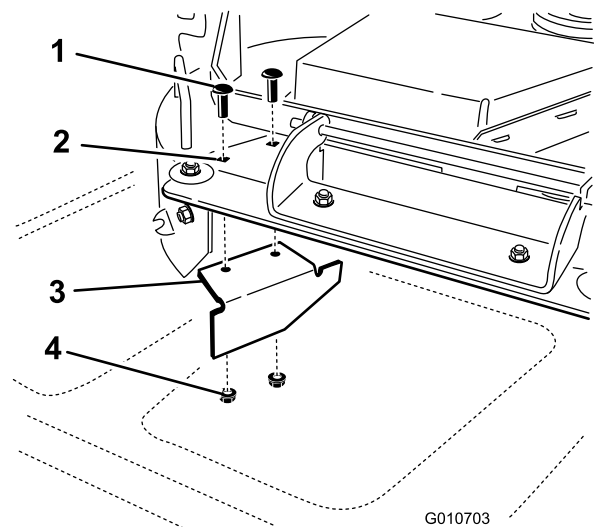

Figura 1
5. Localice el tabique en el orificio de descarga lateral de la plataforma de 54 pulgadas (Figura 1).